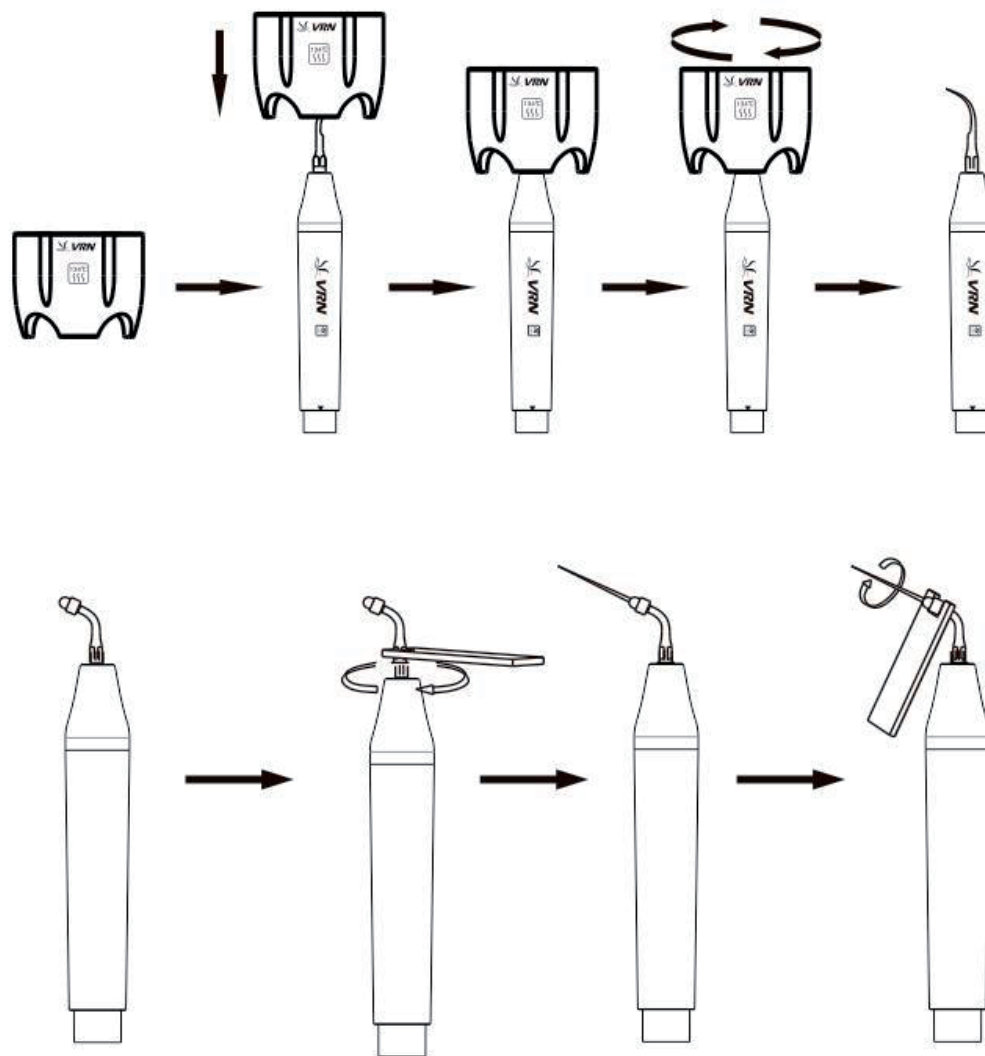

Рисунок 9
3.1.4 Робота динамометричним ключем (див. рисунок 9)